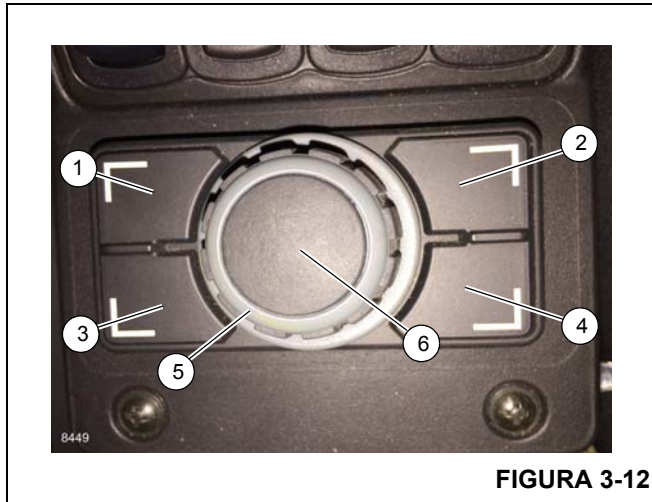

Figura 3-12 - Números de artículos
El cuadrante selector acciona el CCS de la misma forma que los botones en la consola de pantalla, permitiendo un fácil acceso para el operador. El giro del cuadrante selector realiza la misma función que los botones de flecha de navegación en la consola de pantalla. El icono en la esquina inferior izquierda de la vista de pantalla le indica al operador la pantalla que el cuadrante selector está controlando en ese momento. El botón de cambio de pantalla (4) (Figura 3-12) se utiliza para pasar de una pantalla a otra. El botón de tabulación también se puede utilizar para silenciar temporalmente las alarmas audibles. La funcionalidad de los otros botones es diferente, dependiendo de la zona, del menú y la pantalla.
La vista principal (más abajo) aparece en la pantalla de funcionamiento (vista inferior) cuando se conecta la llave. La vista principal muestra el estado de los sistemas de la grúa. Los iconos de color ámbar están habilitados. También muestra información a partir de los códigos en otras vistas. El operador puede seleccionar y activar zonas desde esta vista. El botón de escape (1) (Figura 3-12) permite regresar a la vista principal.
Cuando se oprime el botón de menú en el cuadrante selector (3) (Figura 3-12) o en el tablero de control del CCS, se muestra la información general de los grupos de menú para la apertura de los menús y submenús.